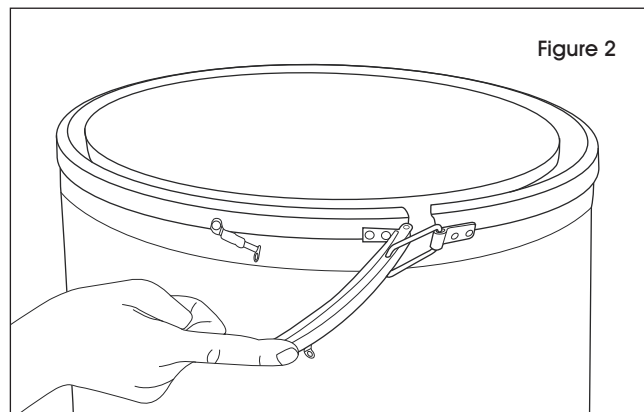

Figure 2
3. Open handle and push backwards, freeing up the lockband. (See Figure 2)
3. Ouvrez la poignée et poussez vers l'arrière pour libérer l'anneau de verrouillage. (Voir Figure 2)